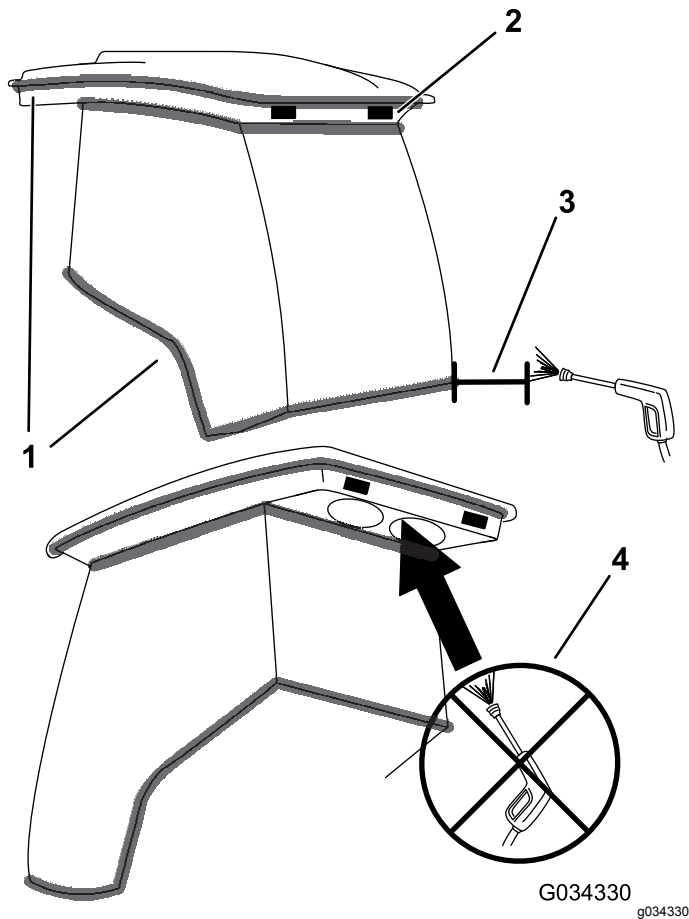

Figura 132
**Importante:** Tenga cuidado alrededor de las juntas y las luces de la cabina (Figura 132). Si está utilizando un lavador a presión, mantenga la vara al menos a 0,6 m de distancia de la máquina. No utilice un lavador a presión directamente sobre las juntas y las luces de la cabina o bajo el voladizo trasero.